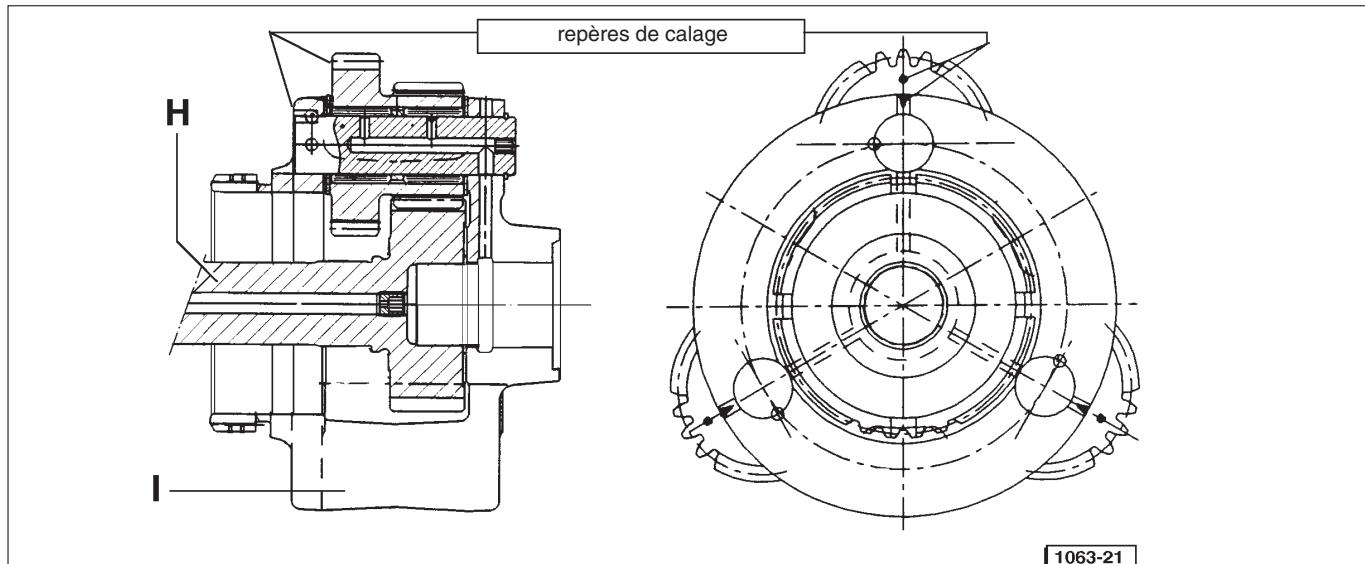

Fig. 8 - Calage du réducteur épicycloïdal de l'ensemble Powershift.
- Prémonter "à l'établi" l'arbre LOW - **H** réf. 007.6139.3/40 muni du flasque porte-satellites **I** réf. 008.5677.0, (Fig. 8);
- Les satellites, au montage de l'arbre, doivent être positionnés de manière que les repères gravés sur ceux-ci coïncident avec les repères effectués sur le flasque porte-satellites (Fig. 8);